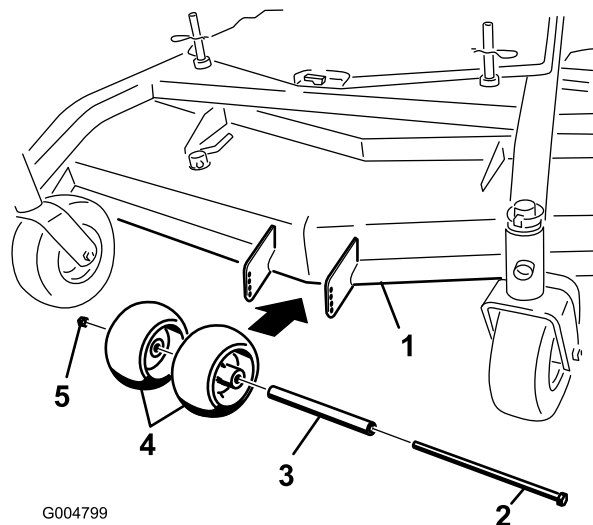
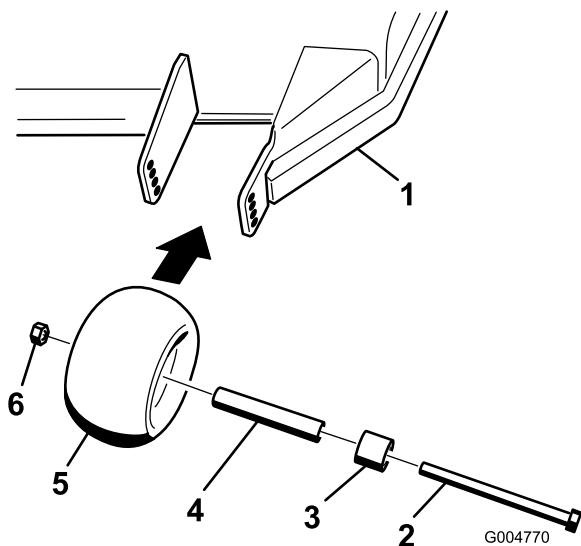
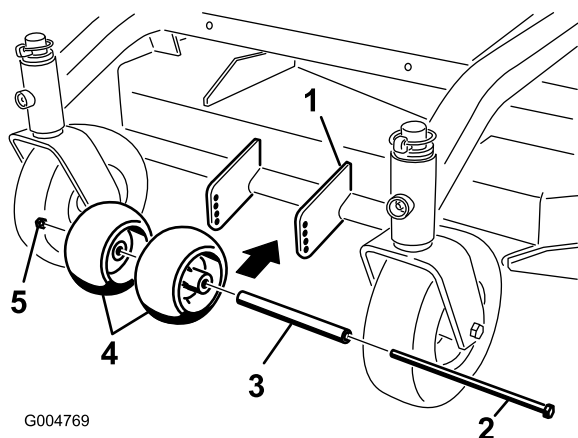

Figure 16
Figure 17
Figure 18
1. Après avoir réglé la hauteur de coupe, vérifiez que les galets anti-scalp procurent une garde au sol minimale de 10 mm (3/8 po) (Figure 16, Figure 17, Figure 18).
2. Si un réglage est nécessaire, retirez le boulon, les rondelles et l'écrou (Figure 16, Figure 17, Figure 18).
3. Choisissez le trou correct pour que les galets anti-scalp se trouvent à 10 mm (3/8 po) ou plus du sol (Figure 16, Figure 17, Figure 18).
4. Remettez le boulon et l'écrou (Figure 16, Figure 17, Figure 18).